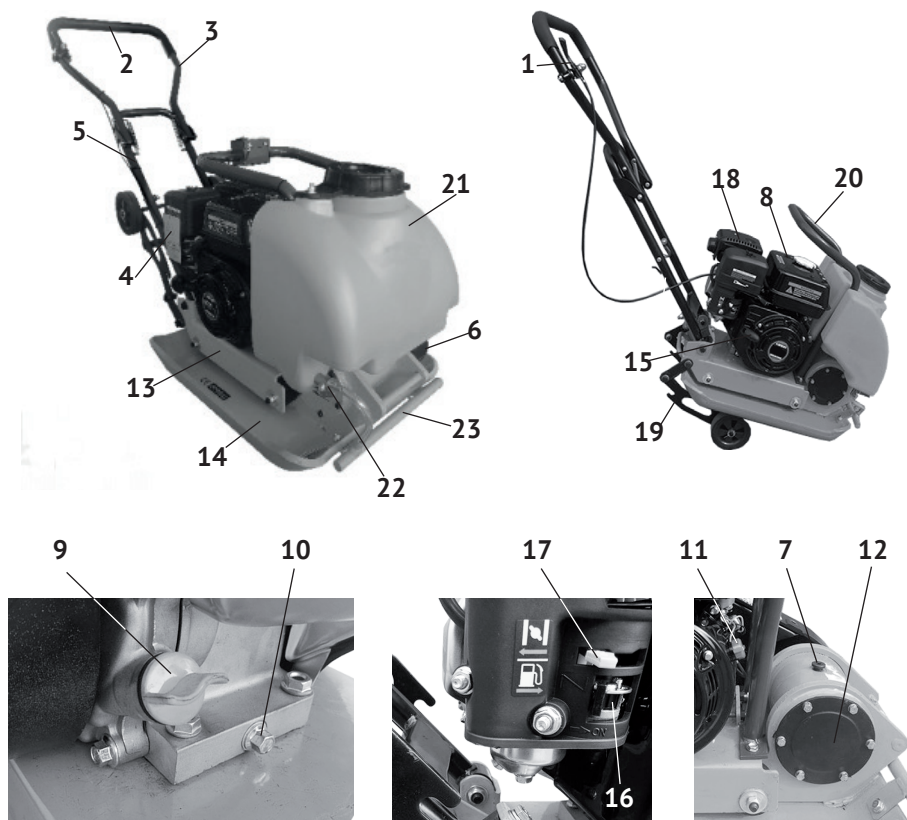

рис.1
2.4 Общий вид виброплиты представлен на рис.1
Основным несущим узлом виброплиты является цельнометаллическое основание (рис.1 поз.14), выполненное заодно с корпусом вибратора, имеющее форму широкой «лыжи» с загнутыми краями. Сверху на основание крепится, с использованием виброамортизаторов (резиновых подушек), платформа двигателя (рис.1 поз.13). Платформа двигателя – сварная конструкция, являющаяся базовым узлом, на которую крепятся: двигатель с приводом, рукоятка управления (рис.1 поз.3), кронштейн с колёсами (рис.1 поз.19), рама крепления (рис.1 поз.20) системы орошения с баком (рис.1 поз.21) и кожух ремённой передачи (рис.1 поз.6).
В корпус вибратора, на подшипниках, смонтирован эксцентриковый вал, закрытый с торцов крышками (рис.1 поз.12). На выходном конце вала вибратора закреплён шкив ремённой передачи.
При вращении эксцентрикового вала вибратора создается центробежная сила, приводящая к вибрации плиты (рис.1 поз.14). Амплитуда колебаний в передней части виброоснования больше, чем сзади, что приводит к прямолинейному передвижению виброплиты.
- прикрутить соединительные планки (рис.1 поз.24) болтами сбоку к плат-
- прикрепить к планкам кронштейн колёс (рис.1 поз.19) болтами с самоконтрящимися гайками.
Открутите крышку топливного бака (рис.1 поз.8). Заливайте бензин в топливный бак не более чем на 1 см ниже уровня основания заливной горловины. Перед запуском двигателя тщательно протрите крышку бензобака, удалив возможные при заправке брызги топлива.
- открутить пробку (рис.1 поз.7) в верхней части корпуса вибратора;
- отвернув крышку пластикового бака (рис.1 поз.21), залейте воду;
- отрегулируйте подачу воды с помощью крана оросительной трубки (рис.1 поз.22).
- медленно потяните за ручку стартера (рис.1 поз.15) до появления сопротивления, а затем резким движением вытяните трос на всю длину. Повторите действие ещё раз, если двигатель не завёлся;